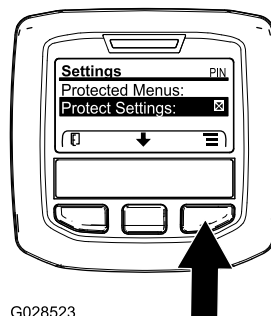

図 30
1. 保護メニューにアクセスし、サブメニューのロックを解除する 図 30 アクセス制限付きメニューへのアクセス \(ページ 18\)を参照。